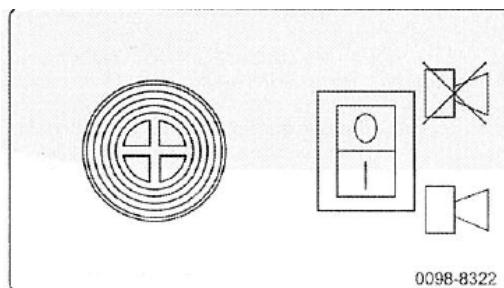

Рис.5 Лицевая панель модуля сигнализации
Модуль сигнализации обеспечивает подачу звуковых предупредительных сигналов. Двухпозиционный переключатель имеет 2 положения: Вкл. (I) и Выкл. (0). См. Рис.5